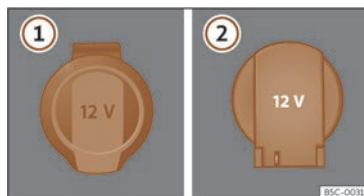

Fig. 143 Prise de courant de 12 volts : ① à l'intérieur de l'accoudoir avant, ② dans le coffre à bagages.
- Levez le cache de la prise de courant >>> fig. 143 ①.
- Levez le cache de la prise de courant >>> fig. 143 ②.